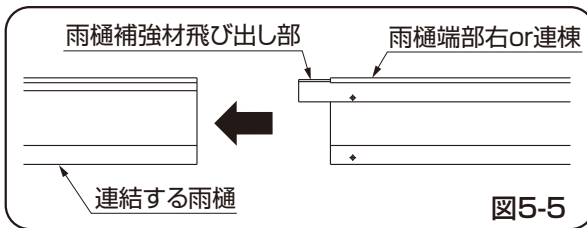

図5-5
- ① 雨樋を垂木に【5-3】で取付けてください。
- ② 端部右と連棟は飛び出している雨樋補強材を連結する雨樋に差込んでください。(図5-5参照)